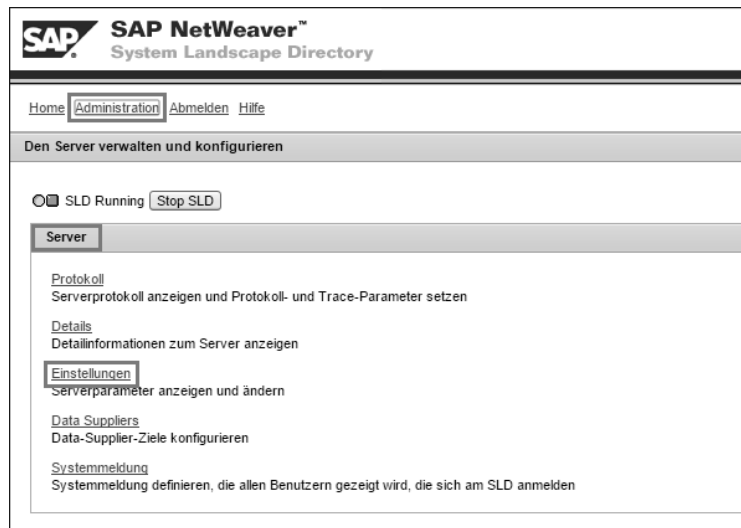

Abbildung 4.7 SLD-Administration
2. Unter **Administration** wählen Sie in der Rubrik **Server** den Link **Einstellungen** (siehe Abbildung 4.7).